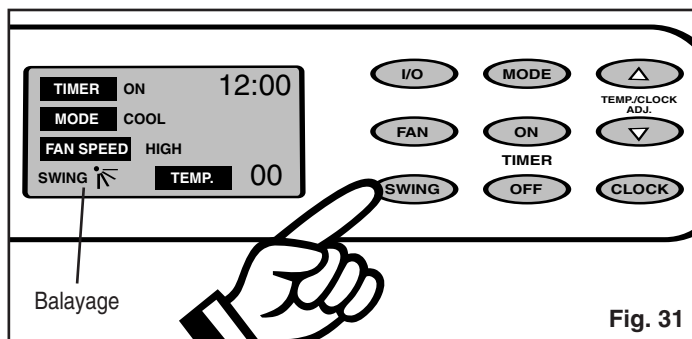

Fig. 31
- 4) Pour obtenir **l'oscillation** désirée (balayage automatique) appuyez sur la touche **SWING** (le symbole "air swing" est indiqué sur l'affichage). *Fig. 31.*